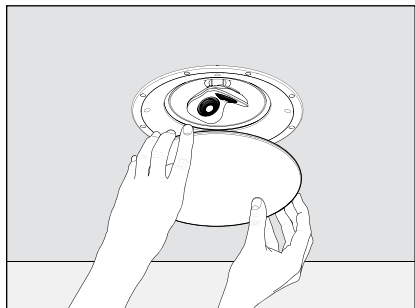

Fig. 3e
- 1) Appuyez délicatement sur la grille pour la mettre en place sur la face avant de l'enceinte (Fig. 3e et 4f). Les aimants permettront une fixation appropriée.